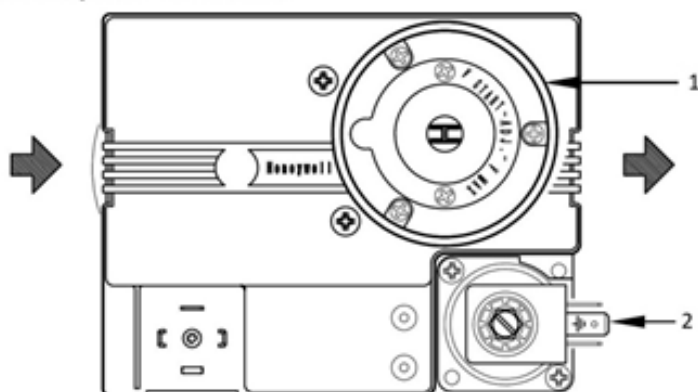

Рис. 19
- Заменить регулятор давления газового клапана 3...20 мбар на регулятор давления 4...37 мбар. (поз.2 рис.19)